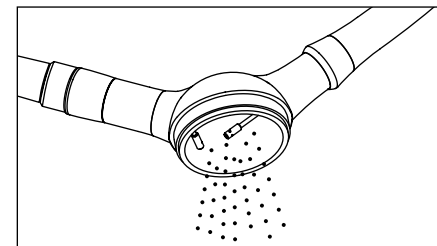

Fig. 4
- ① Aprire il coperchio del contenitore della polvere e rimuoverne ogni residuo (Fig. 4).